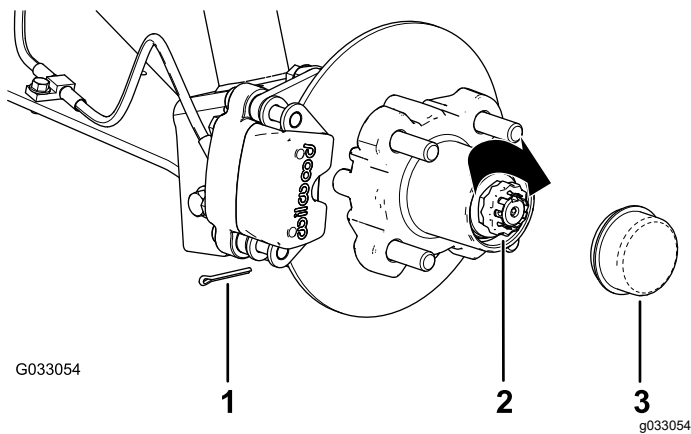

Bild 28
8. Befestigen Sie den Halter über der Mutter und prüfen Sie die Ausfluchtung des Schlitzes im Halter und dem Loch in der Spindel für den Splint (Bild 28).
9. Setzen Sie den Splint ein und biegen Sie jeden Abschnitt um den Halter (Bild 28).
10. Setzen Sie den Staubdeckel auf die Radnabe (Bild 28).